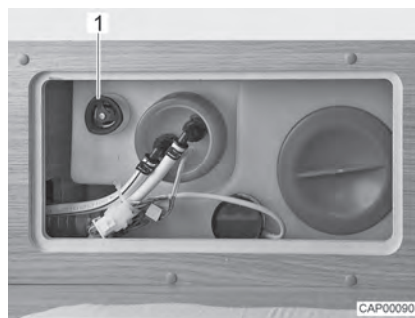

Bild 107 Wassertank mit Drehgriff
- Auf dem Wassertank den Drehgriff (Bild 107,1) im Uhrzeigersinn bis zum Anschlag drehen.
- Auf dem Wassertank den Drehgriff (Bild 107,1) entgegen dem Uhrzeigersinn bis zum Widerstand drehen. Das Wasser läuft bis auf ca. 20 Liter aus.